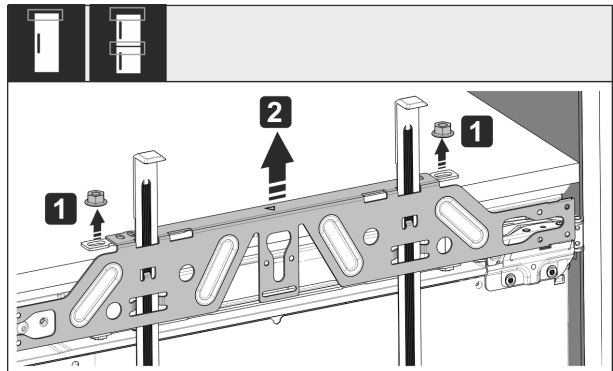

Fig. 52
- Desserrer les contre-écrous Fig. 52 (1).
- Retirer la traverse de fixation Fig. 52 (2).